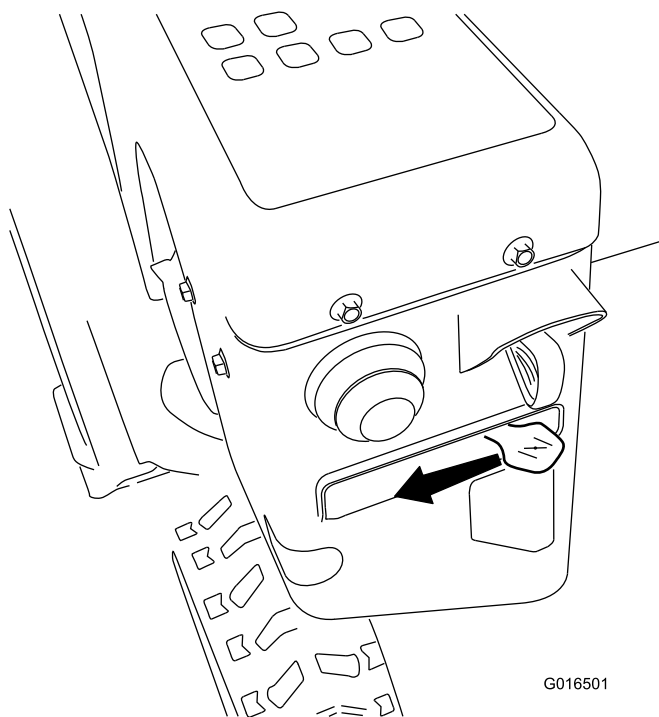

Figure 28
5. Amenez la commande de starter en position Starter (Figure 28).